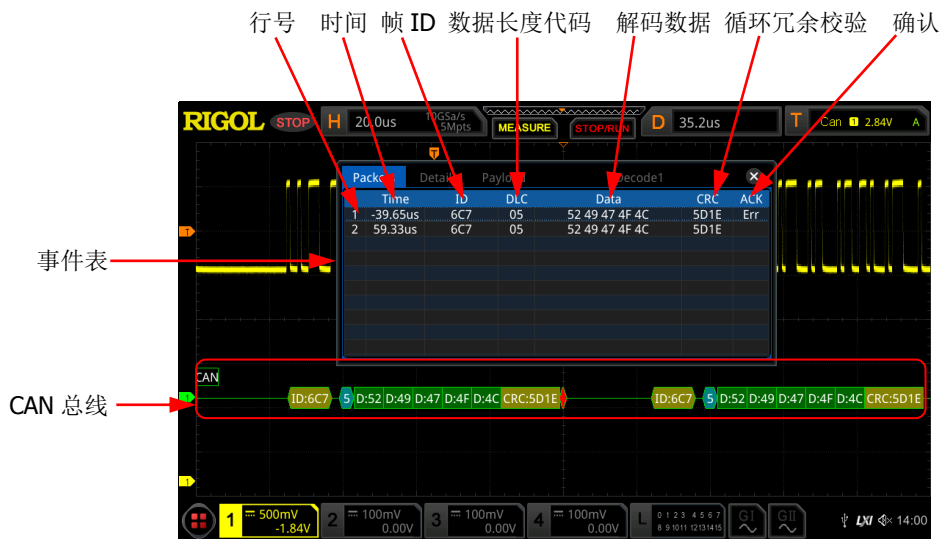

图 12-11 CAN 解码事件表
- 打开或关闭事件表：连续按 **事件表** 键，打开或关闭事件表显示。打开事件表，屏幕弹出如图 12-11 所示的事件表。您也可以使用触摸屏功能触摸事件表右上方的图标  关闭事件表功能。